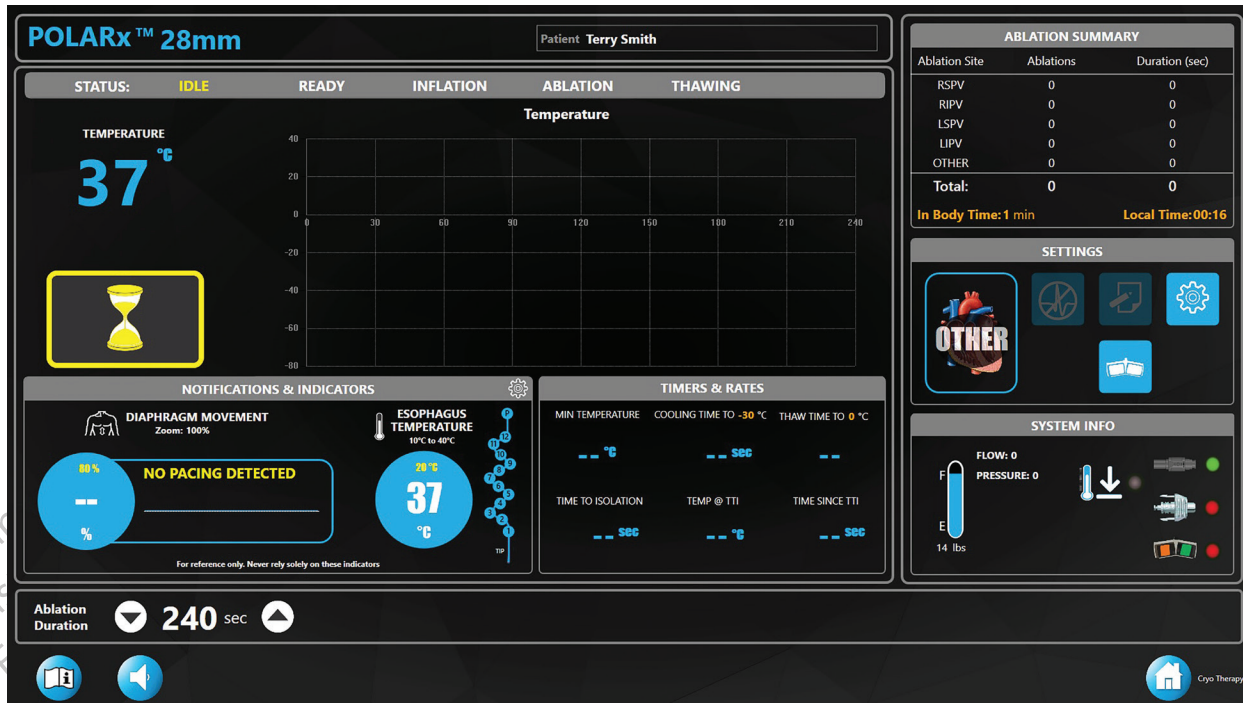
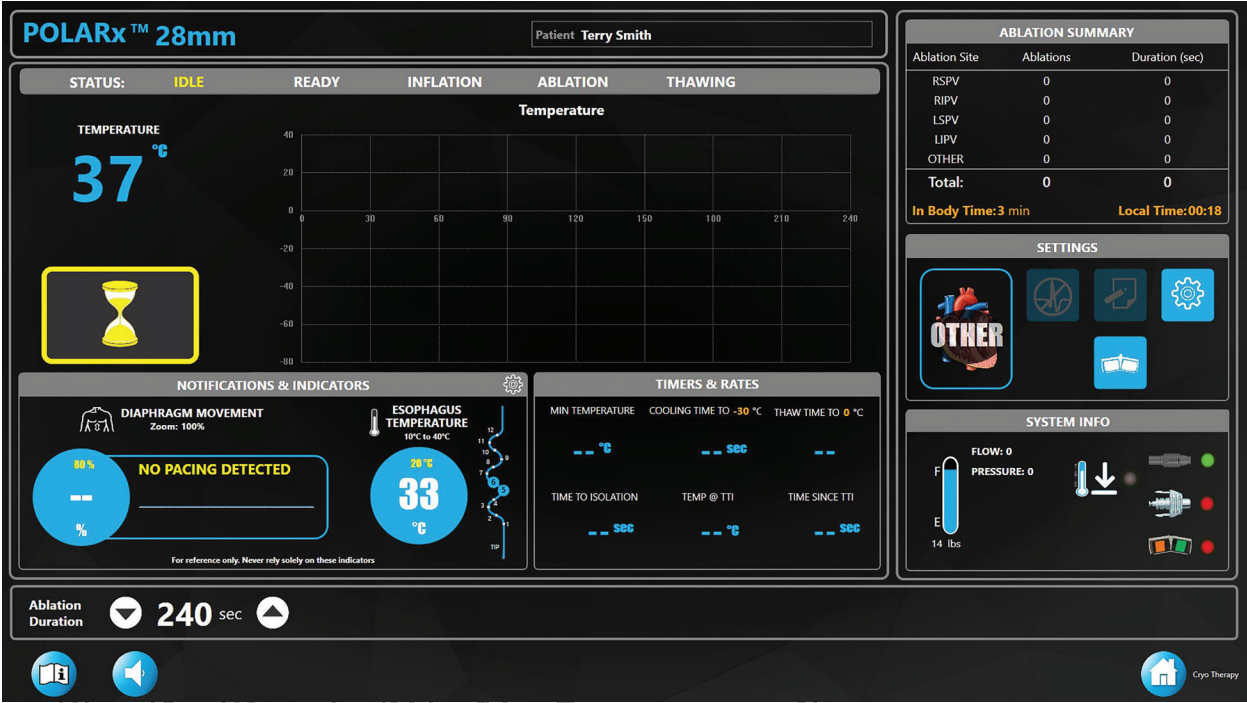

Figura 9. Sonda di temperatura esofagea CIRCA™ S-CATH
Figura 10. Sonda di temperatura esofagea CIRCA™ S-CATH - Basse temperature selezionate
- Se si utilizza una sonda di temperatura esofagea CIRCA™ S-CATH, con o senza sonda di temperatura Serie 400, viene visualizzata automaticamente un'immagine della sonda di temperatura esofagea CIRCA™ S-CATH (Figura 9). Le sonde di temperatura esofagea CIRCA™ S-CATH presentano in genere 12 sensori e alcuni modelli sono dotati di un sensore prossimale.
- Il valore di **Esophagus Temperature** (Temperatura dell'esofago) visualizzato corrisponderà sempre alla temperatura più bassa misurata da tutti i sensori. Inoltre, il sensore con la temperatura più bassa sarà evidenziato in blu. Man mano che la temperatura scende nelle aree interessate, vengono evidenziati solo i sensori con la temperatura più bassa (fare riferimento alla Figura 10). Tenere presente che è possibile che più di un sensore abbia la stessa temperatura come nella Figura 9.